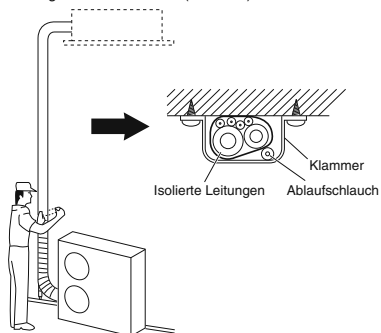

Abb. 5-9
- (1) Die Kühlmittelleitungen (und die elektrischen Kabel, falls die örtlichen Vorschriften dies erlauben) können nun mit Bewehrungsband gebündelt werden. Um zu verhindern, dass durch Kondensationsbildung die Auffangwanne überläuft, muss der Ablaufschlauch von der Kühlmittelleitung getrennt verlegt werden.
- (2) Das Bewehrungsband von der Unterseite der Außeneinheit bis zum Ende der Leitung am Eingang zur Wand anbringen. Beim Umwickeln das Band jeweils um eine halbe Bandbreite überlappen.
- (3) Die gebündelten Leitungen an der Wand befestigen, wobei im Abstand von ungefähr einem Meter jeweils eine Halterung zu verwenden ist. (Abb. 5-9)